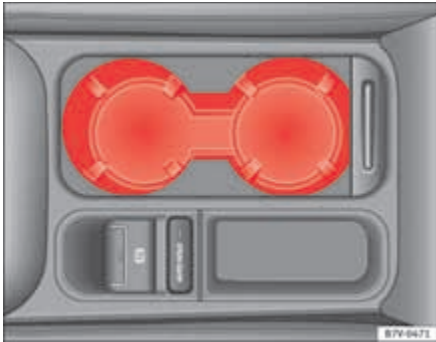

Abb. 115 Mittelkonsole vorn: Getränkehalter.
- Zum *Öffnen* Abdeckung nach hinten schieben ⇒ Abb. 115.